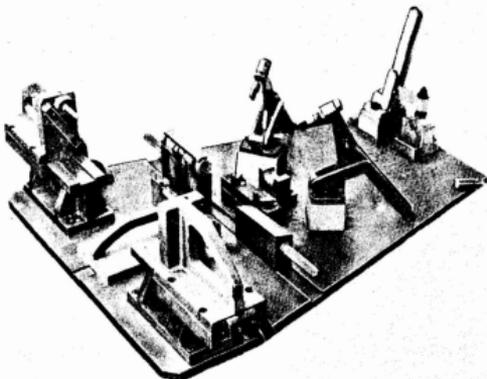

Fig. 59
a) **ENDEREZADO DE LA HORQUILLA** (herramienta número ML.1173. Fig. 59)